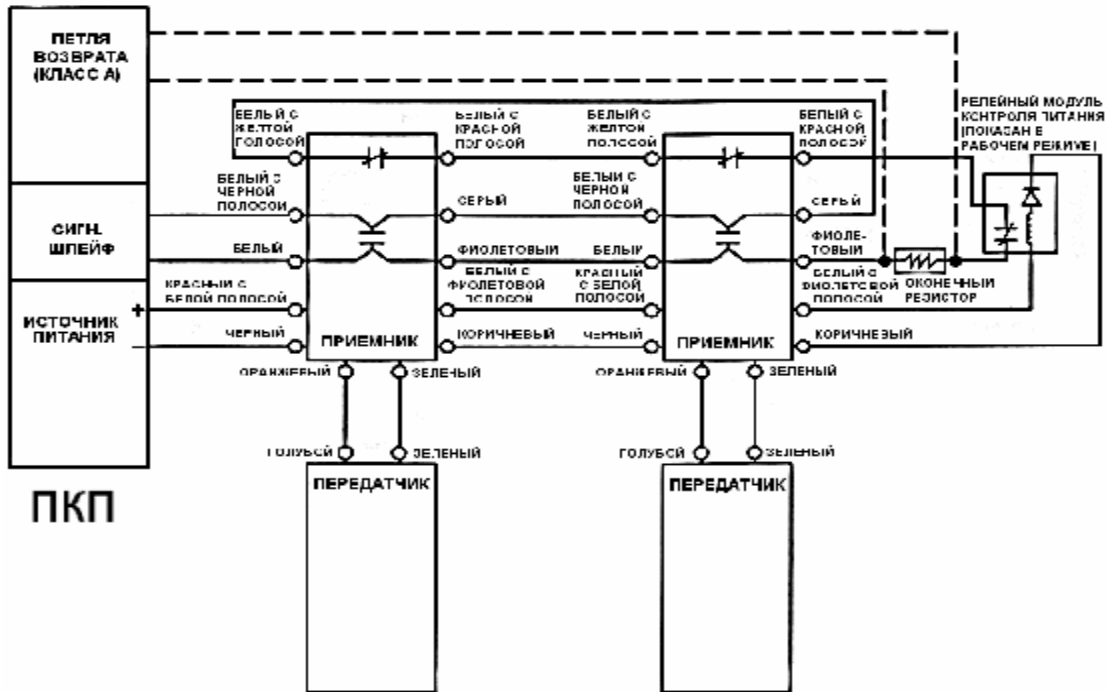
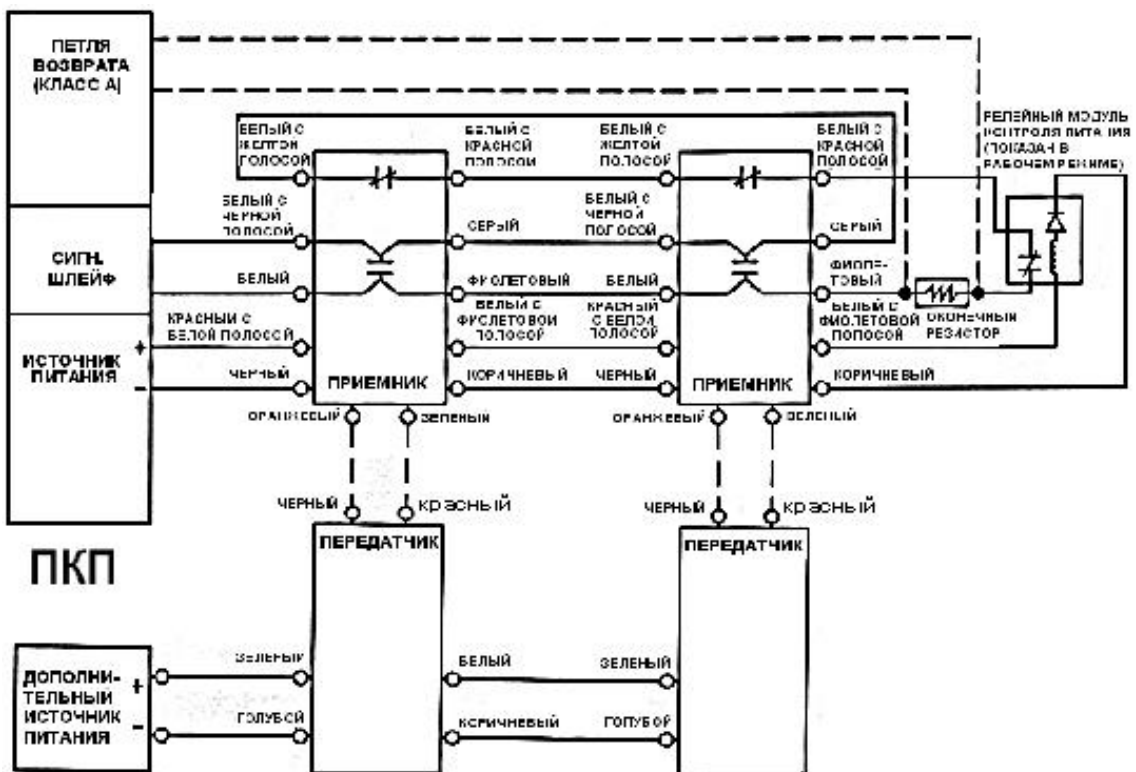

Рис. 10. Схема подключения извещателей 6424 к ПКП
Рис. 11. Схема подключения извещателей 6424 к ПКП с дополнительным источником питания для передатчиков извещателей
На рис.10, 11 приведены схемы подключения извещателей 6424 к ПКП. В первом варианте (рис.10) напряжение питания и сигналы на светодиодные индикаторы передатчиков в режиме юстировки поступают от соответствующих приемников по одной и той же паре проводников. Во втором случае передатчики подключены к дополнительному источнику питания и для проведения юстировки необходимо сделать временные соединения передатчиков с приемниками, показанные на рис. 11 пунктиром. Подключение к ПКП другого числа извещателей производится аналогичным образом.
4. Если передатчик подсоединен непосредственно к источнику питания, то сделайте временное соединение приемника с передатчиком, показанное на рис. 11 пунктиром.